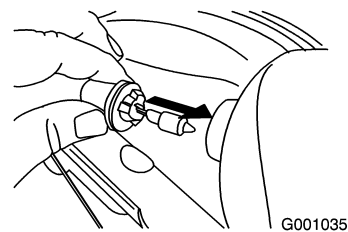

Figure 61
4. Insérez une ampoule neuve dans l'arrière du phare (Figure 61).